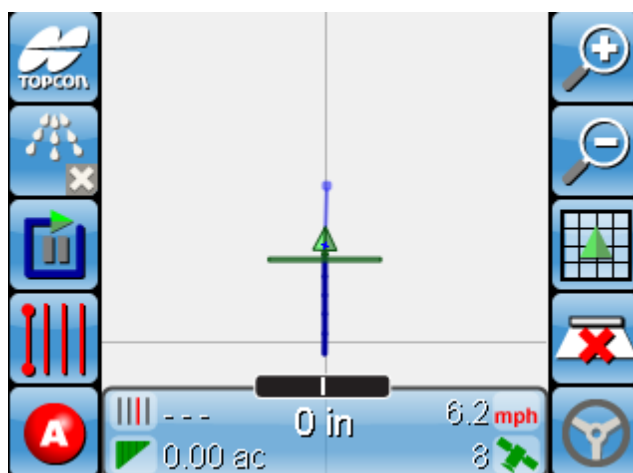

Figura 7-7. Comience a dibujar el límite
9. Comience a conducir; deberá aparecer una línea en la pantalla junto al icono de su vehículo o detrás de él (figura 7-7). Esta línea representa el límite del campo.